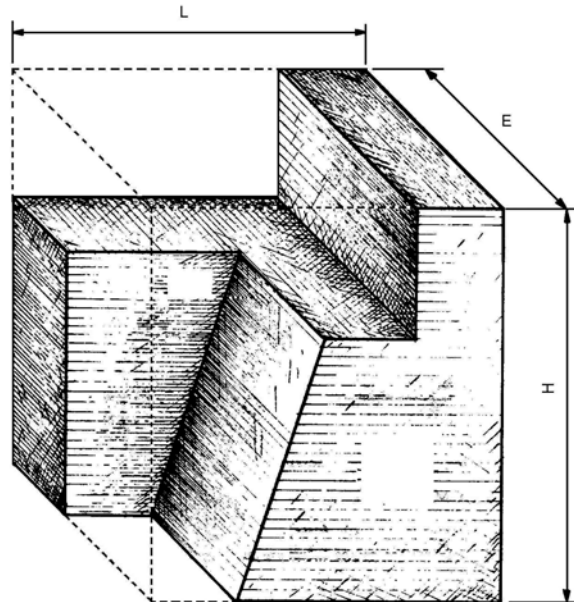

Figure 1.20
- Tracer légèrement le contour de l'objet (figure 1.20) ;